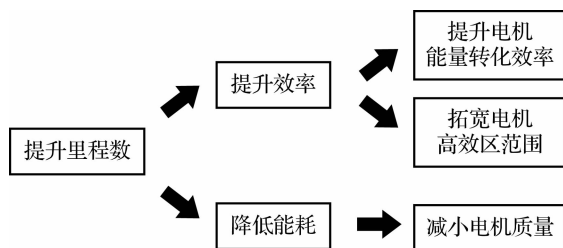

图 2-3 提升续航里程的方法
(2)效率高、高效区广、质量小。电动汽车驱动电机的第二个特点就是效率要高、高效区要广、质量要小。续航里程一直是电动汽车的短板,而提升续航里程的方法就是提升驱动电机的效率,保证每千瓦·时电都能发挥最大的用处。驱动电机的高效工况区要够广,保证汽车在大部分工况下都处于高效状态。减小电机质量,也能间接降低整车的功耗,实现续航里程提升,如图 2-3 所示。